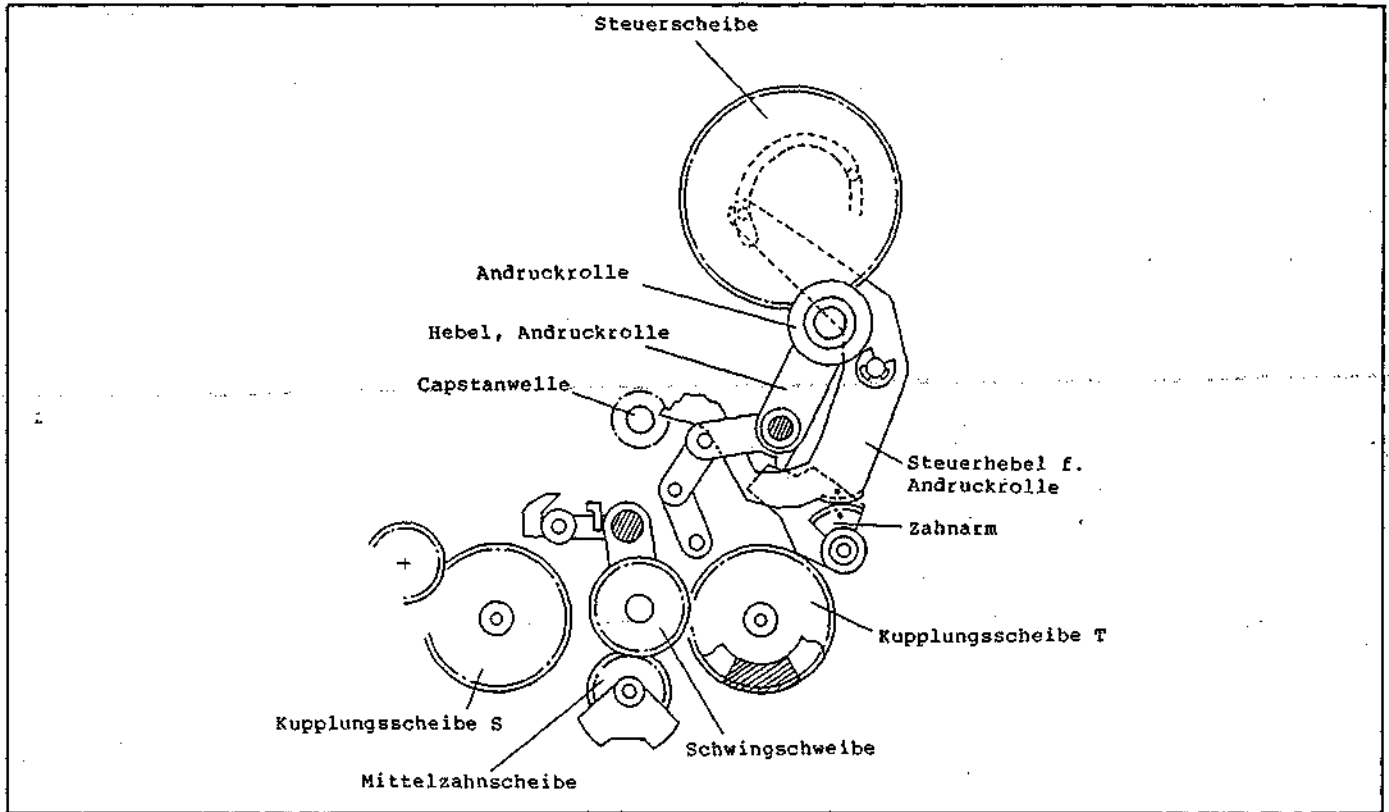

Abb. 7-8 Steuermechanismus für die Andruckrolle
(5) Steuermechanismus für die Andruckrolle (Abb. 7.8 und 7.9)